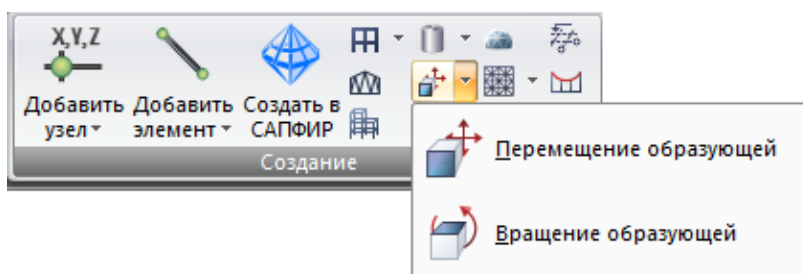

Рис. 23. Раскрывающийся список **Перемещение образующей**
**Перемещение образующей** (рис.23) – раскрывающийся список с заменой, содержащий операции по генерации фрагментов схемы при помощи перемещения или вращения образующей: